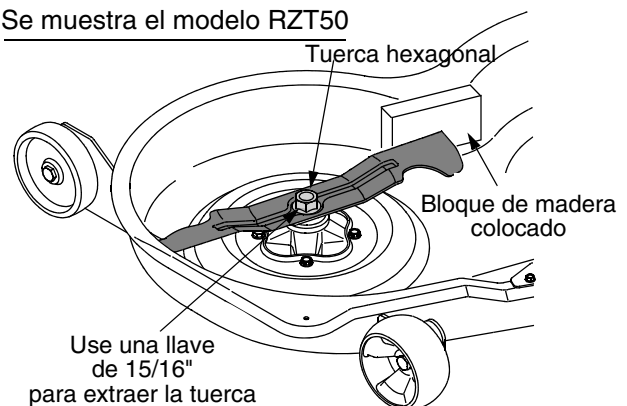

Figura 38
- Use una llave de 15/16 pulgadas para sostener la tuerca hexagonal en la parte superior del conjunto del husillo cuando afloje la tuerca hexagonal que fija la cuchilla. Se puede colocar un bloque de madera entre el alojamiento de la plataforma y el borde de corte de la cuchilla para ayudar a aflojar la tuerca hexagonal que fija la cuchilla. Consulte la Figura 38.